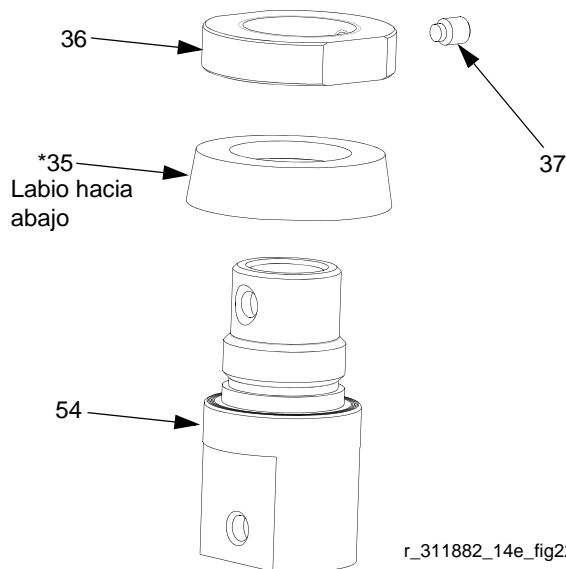

FIG. 22
10. Afloje el tornillo de ajuste (37) del collarín (36). Retire el collarín de la carcasa del pistón (54). Retire la cazoleta en U (35*). Inspeccione todas las piezas en busca de daños. Consulte FIG. 22.